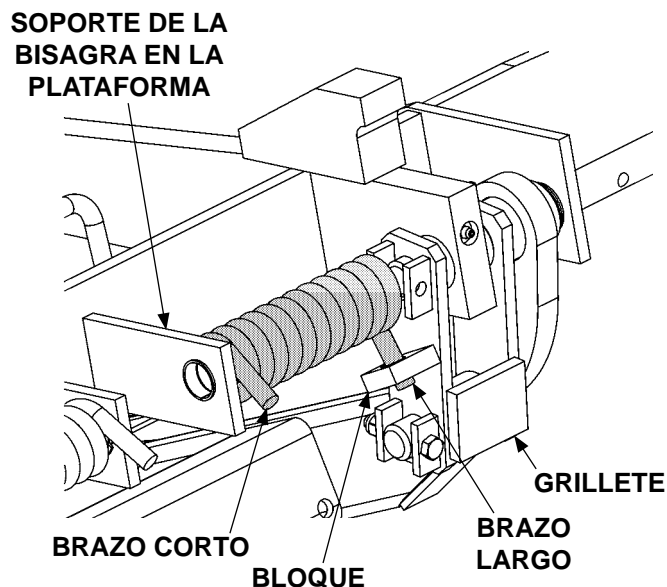

FIG. 21-2
5. Instale el resorte de torsión como se muestra en (**FIG. 21-2**). Asegúrese que el brazo largo del resorte pase a través del orificio en el bloque del grillete (**FIG. 21-2**). Asegúrese que la parte corta del resorte esté en la posición que se muestra en la **FIG. 21-2**.